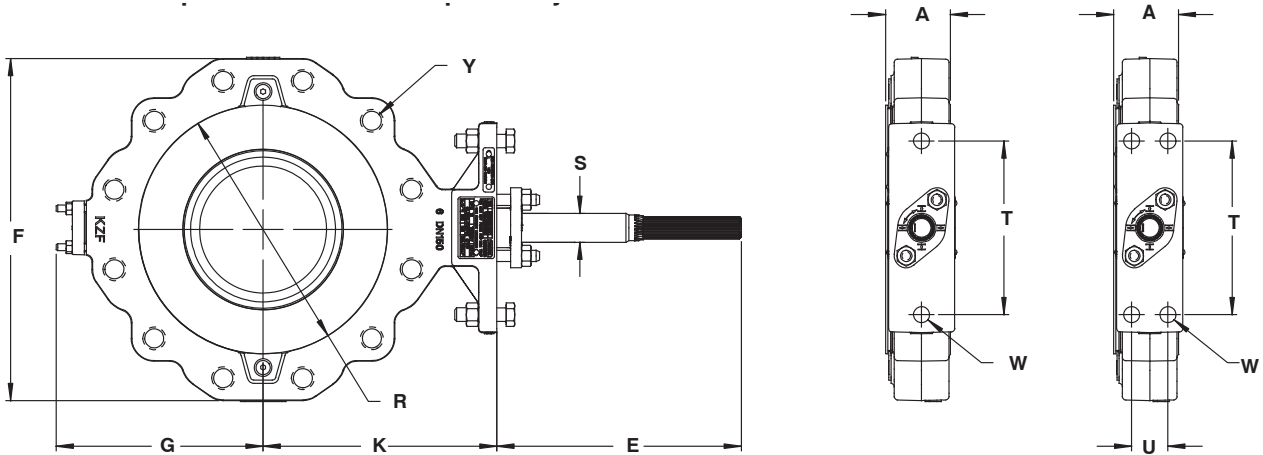

Рисунок 2. Размеры затвора 8580 (однофланцевый корпус с проушинами)
(1) Остальные размеры, не указанные на рисунке, соответствуют размерам затвора 8580 в корпусе с проушинами, (см. табл. 6 и рис. 2)